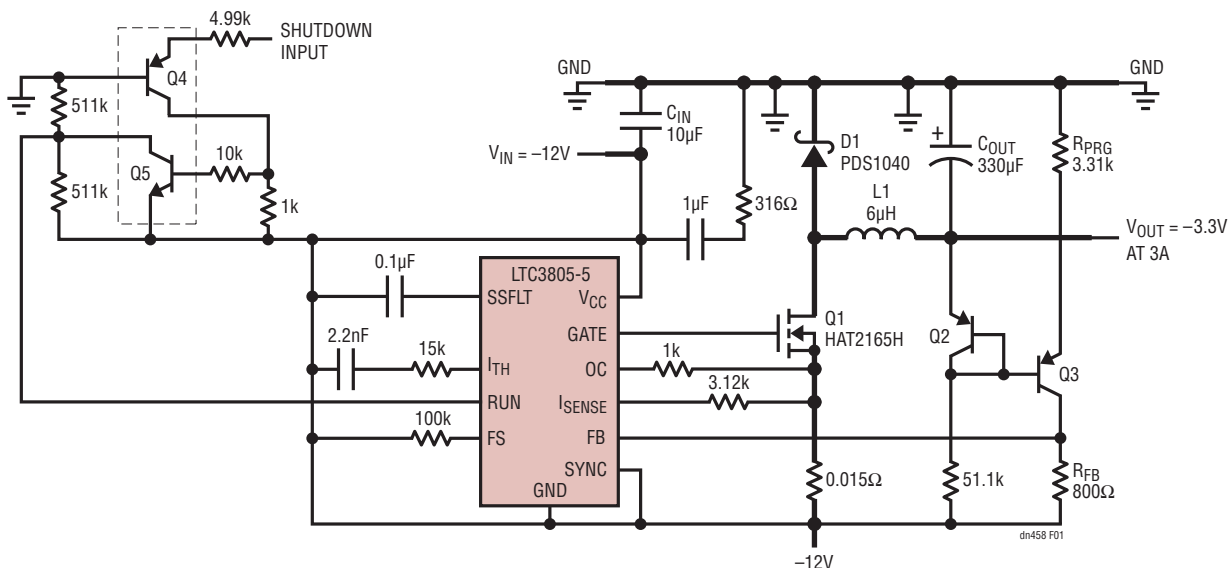

図1. $-10\text{V} \sim -14\text{V}$ の入力から $-3.3\text{V}/3\text{A}$ を発生するLTC3805-5をベースにした負電圧降圧コンバータ
-12V 電源から $-3.3\text{V}/3\text{A}$ を発生する負電圧降圧コンバータを図1に示します。図1の太線で示されている電力経路にはインダクタL1、ダイオードD1およびMOSFET Q1が含まれて